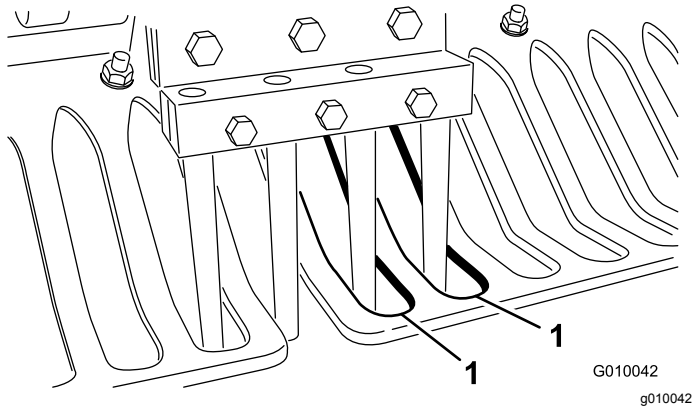

图28
7. 检查打孔针对准护草板缺口的中心图28。必要时调节护草板然后拧紧螺母。